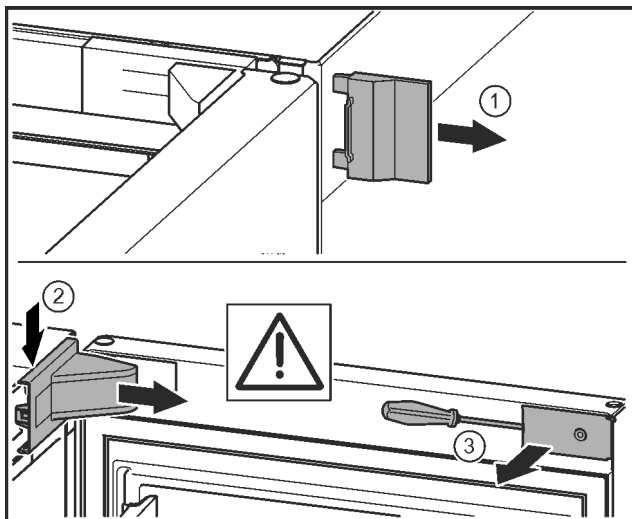

Fig. 11*
- 取下外盖。* Fig. 11 (1)
- 拆卸并松开托架盖。取下托架盖。* Fig. 11 (2)
- 使用带槽螺丝刀松开隔板并把它转到一边。* Fig. 11 (3)